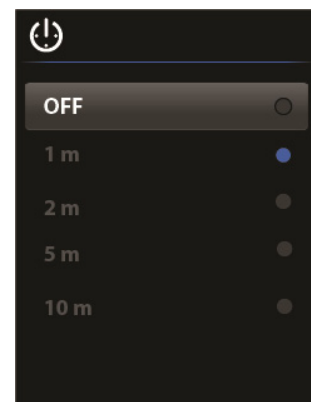

Abb. 9-8 Zeit für APO-Funktion
3. Wählen Sie mit den Pfeiltasten die gewünschte Dauer für die APO-Funktion aus (AUS, 1 Minute, 2 Minuten, 5 Minuten, 10 Minuten). Siehe Abb. 9-8.